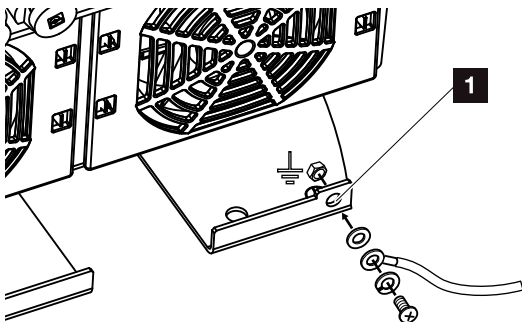

Fig. 23: Ligação PE exterior específica do país
11. Em países nos quais é obrigatória uma segunda ligação PE, ligue essa ligação ao local assinalado no exterior da caixa. Fig. 23, pos. 1